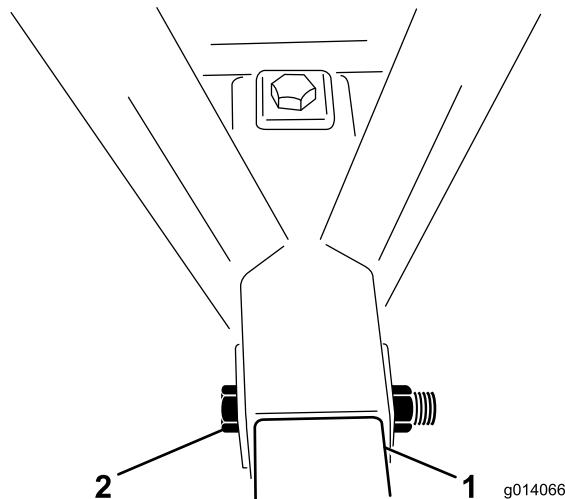

Figure 4
5. Placez un boulon 1 x 6-1/2" dans le cadre et le tube d'attelage, et mettez le contre-écrou en place (Figure 4).
6. Insérez le second boulon de 1 x 6-1/2" dans le haut du cadre et à travers le tube d'attelage. Mettez l'écrou en place (Figure 4).